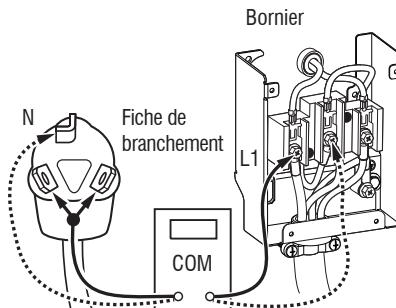

Figure 4a – Branchement des connexions pour une sécheuse électrique
3. Avec un ohmmètre, vérifier la continuité entre la broche neutre (N) de la fiche de branchement et le contact central sur le boîtier de raccordement. Voir figure 4a.
4. D'une manière similaire, vérifier quelle broche de la fiche de branchement est branchée sur le contact de l'extrême gauche du boîtier de raccordement et le noter. C'est L1 (conducteur noir) dans le schéma de câblage. Suivre la même procédure pour L2 (conducteur rouge). Voir figure 4a.